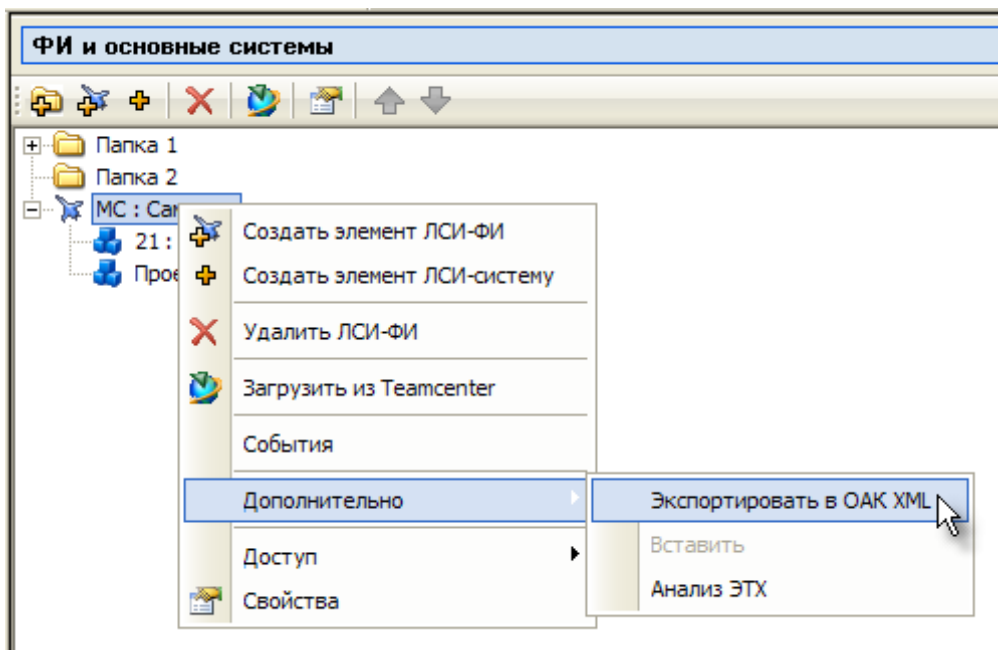

Рис. 15-1
2. В окне **ФИ и основные системы** выберите финальное изделие типа ЛСИ-ФИ и в его контекстном меню пункт **Дополнительно** → **Экспортировать в ОАК XML** (рис. 15-1):